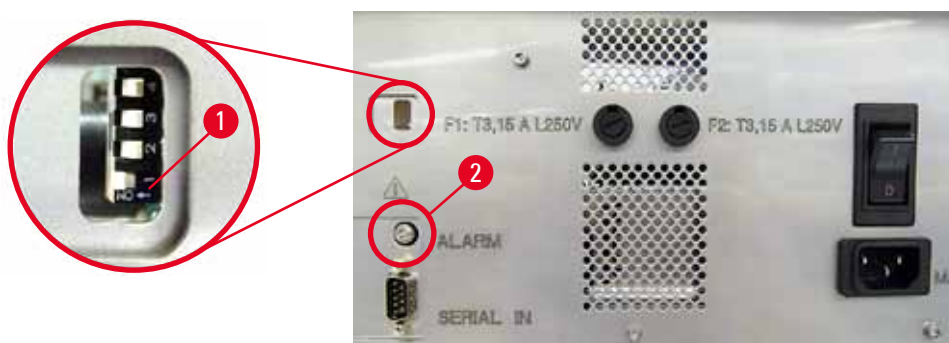

Fig. 40
- » Pour désactiver l'émetteur de signaux, basculer l'interrupteur le plus bas (→ "Fig. 40-1") à droite (→ "Fig. 40").